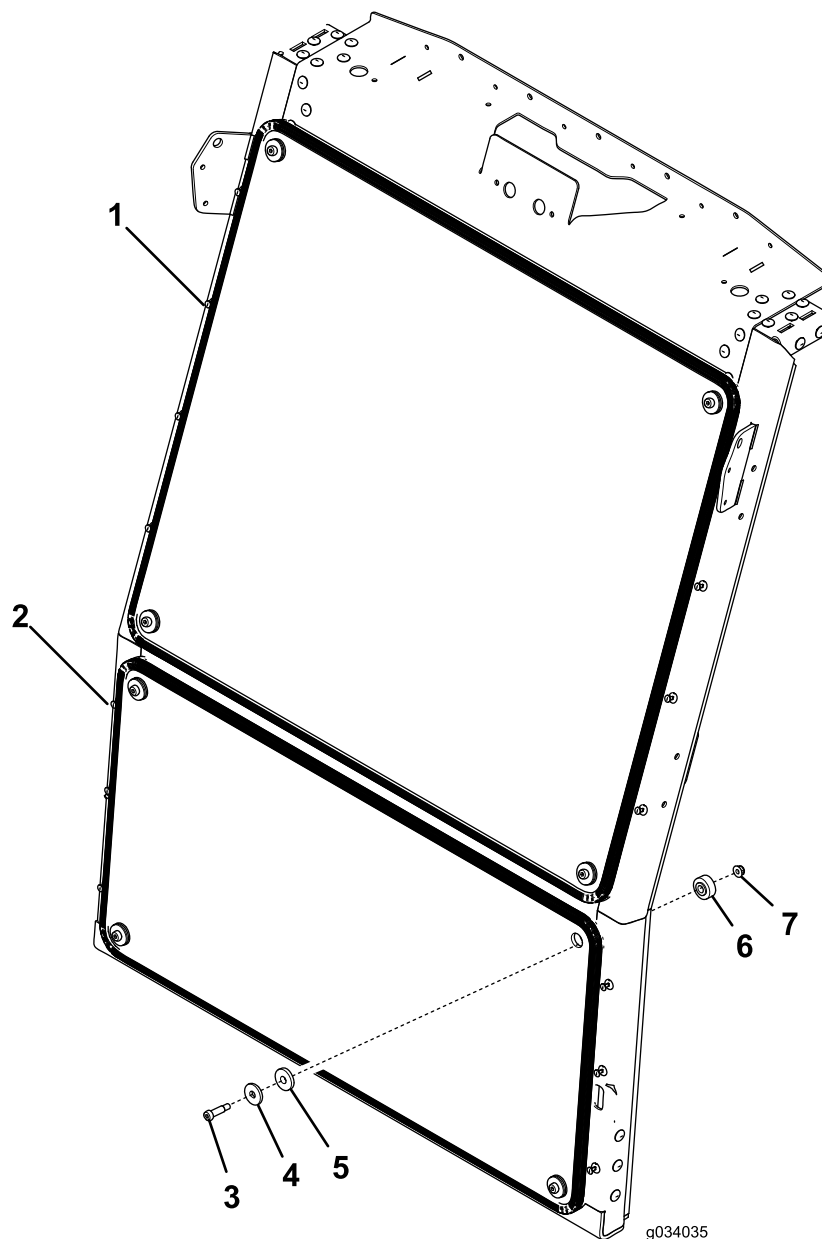

Figure 1
2. Placez le pare-brise inférieur en prenant soin de bien aligner les trous de montage (Figure 1).
3. Fixez le pare-brise inférieur au cadre avec les fixations, comme illustré à la Figure 1.
4. Placez le pare-brise supérieur en prenant soin de bien aligner les trous de montage (Figure 1).
5. Fixez le pare-brise supérieur au cadre avec les fixations, comme illustré à la Figure 1.